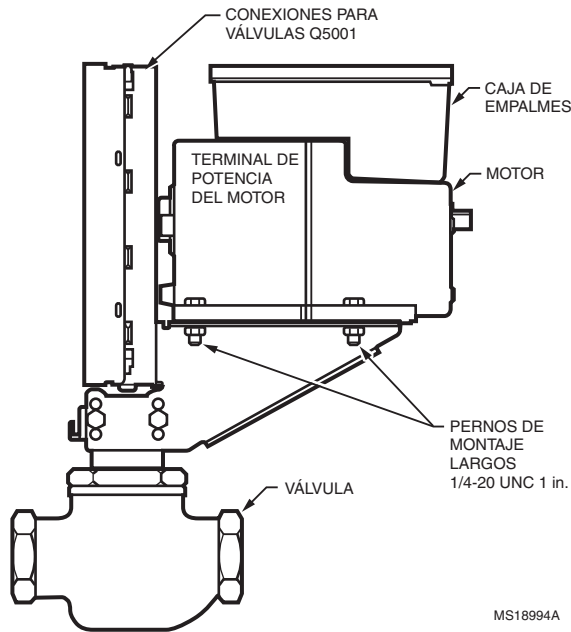

Fig. 4. Montaje del motor en una conexión de válvula Q5001.
3. Fije el motor al soporte con los cuatro pernos que se suministran. Consulte la Fig. 4.
La conexión Q100 requiere un soporte adaptador 220738A para todas las aplicaciones de válvulas. Las aplicaciones con la conexión de válvula Q5001 no requieren el soporte adaptador 220738A (consulte la Fig. 4).